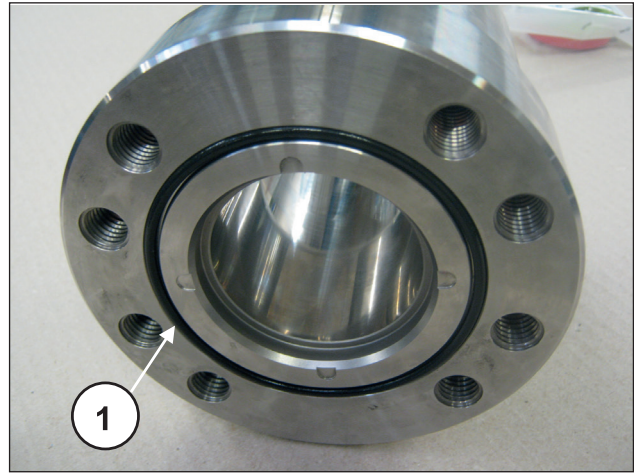
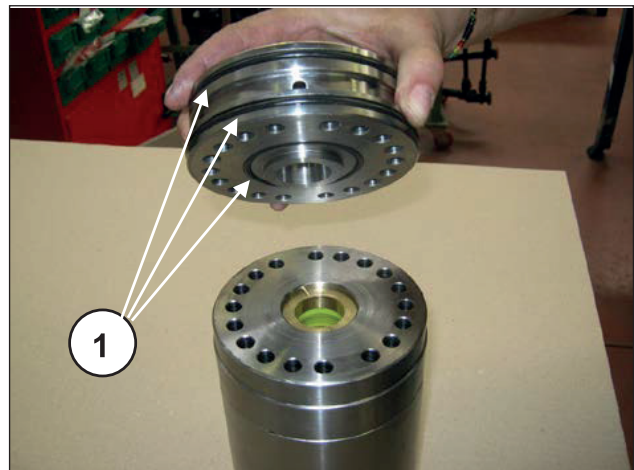

Abb. 179
Abb. 180
Bei jeder Inspektion der Ventile müssen die Dichtringe und zugehörigen O-Ringe für die stirnseitige Abdichtung zwischen Buchse und Kopf (Pos. ①, Abb. 179) und am ND-Dichtungshalter im vorderen Bereich der Umlaufbohrung ausgetauscht werden (Pos. ①, Abb. 180). Reinigen und trocknen Sie vor dem Wiedereinbau die einzelnen Bauteile und sämtliche Aufnahmen im Kopf.